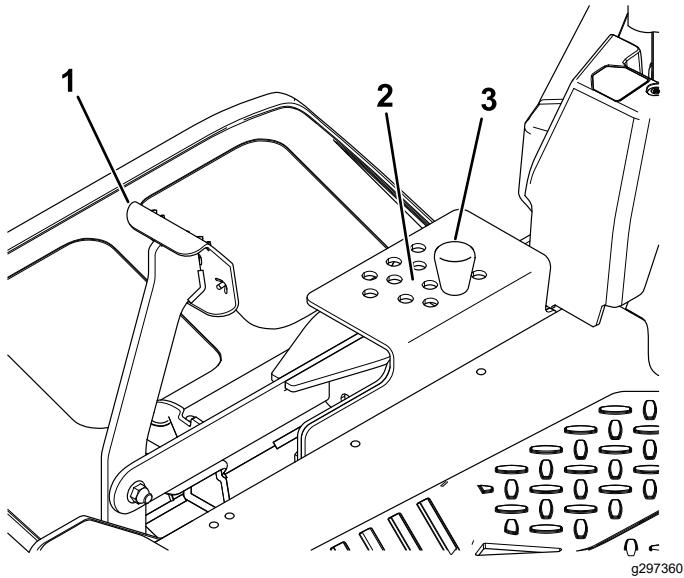

Figura 36
2. Para ajustar, remova o pino do suporte da altura de corte (Figura 36).
3. Selecione um orifício no sistema da altura de corte que corresponda à altura de corte desejada e insira o pino (Figura 36).